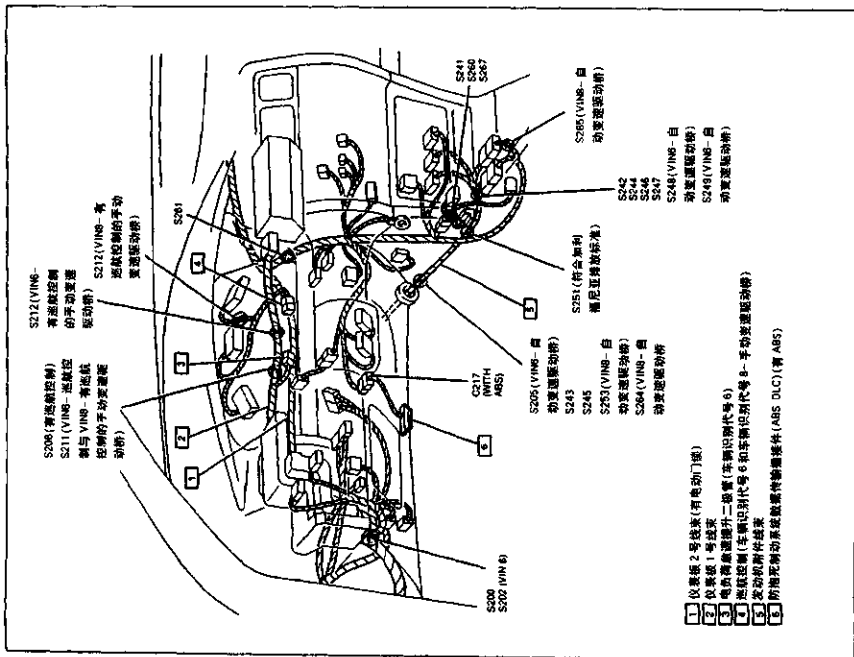

图 13-7 仪表盘左侧
- 接点 S245: 发动机附件线束, 距 P102 引出口约 3cm 图 13-7
- 接点 S246: 发动机附件线束, 距 C215 引出口约 2cm 图 13-7
- 接点 S248 (1.6L 发动机带自动变速驱动桥): 发动机附件线束, 距 C215 引出口约 8cm 图 13-7
- 接点 S249 (自动变速驱动桥): 发动机附件线束, 距 C215 引出口约 10cm 图 13-7
- 接点 S250: 发动机附件线束, 靠近 C215 引出口 图 13-7
- 接点 S251: 发动机附件线束, 距 P102 引出口约 13cm 图 13-7
- 接点 S253 (1.8L 发动机带自动变速驱动桥): 发动机附件线束, 靠近 P102 图 13-7
- 接点 S260: 仪表板 1 号线束, 距点烟器插接件引出口约 10cm 图 13-7
- 接点 S263: 仪表板左侧 图 13-7
- 接点 S264 (1.8L 发动机带自动变速驱动桥): 发动机附件线束, 靠近 P102 图 13-7
- 接点 S265 (自动变速驱动桥): 仪表板 1 号线束, 距 C215 约 1cm 图 13-7
- 接点 S267: 仪表板 1 号线束, 距点烟器插接件引出口约 10cm 图 13-7